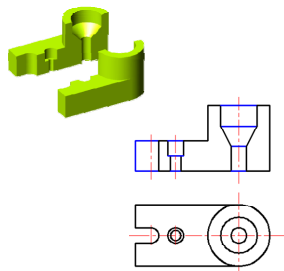

图2—画剖视图
②画剖视图,画出断面图形及剖切面后边的可见轮廓线。如图2所示: